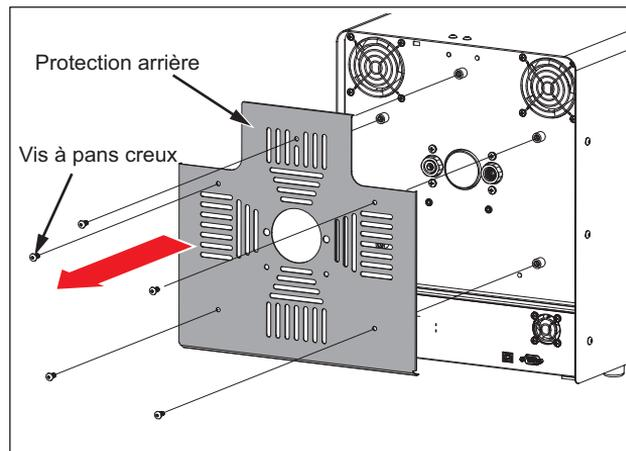

Figure 4. Retrait de la protection arrière
1. Retirez les cinq vis à tête creuse et enlevez la protection arrière de l'appareil. Voir la Figure 4.